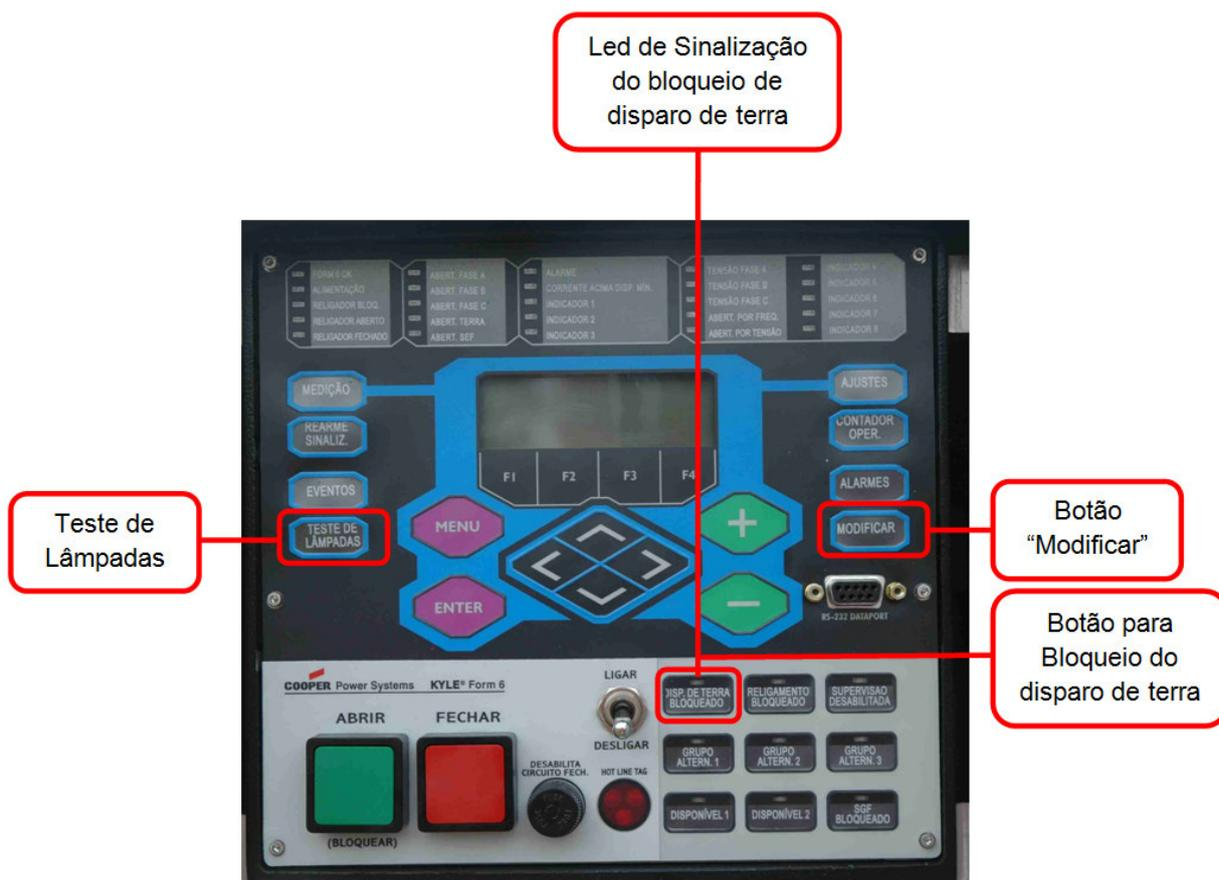

Figura 7 – Religador com controle F6.
4.7.1. Bloqueio da Proteção de Terra (Vide Figura 7)
4.7.2. Desbloqueio da Proteção de Terra (Vide Figura 7)